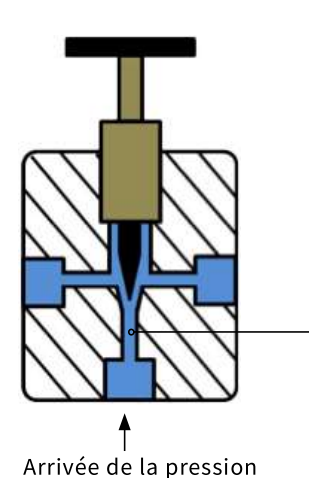

Figure 3 Coupe et schématisation d'une vanne
- pour les montages sous très haute pression (plusieurs GPa), la pression à l'état statique doit toujours être sous le pointeau afin d'éviter la fatigue des joints (Figure 3).